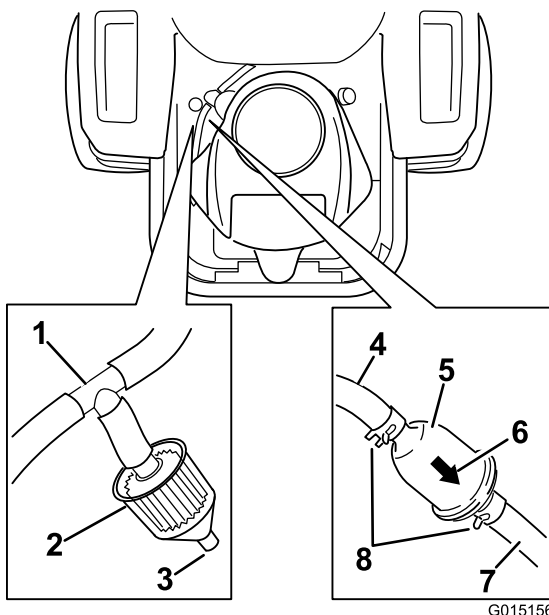

Figure 44
4. Soulevez le siège et localisez les filtres à carburant, comme illustré à la Figure 44.
Rapprochez les colliers de flexibles du filtre (Figure 44) pour le fixer en place.
La machine est équipée d'un filtre antipollution (Figure 44) qui est monté sur un raccord en T sur la conduite de dégazage venant du réservoir de carburant. Le filtre est conçu avec un orifice ouvert. Examinez régulièrement le filtre. Remplacez le filtre s'il est encrassé ou colmaté.